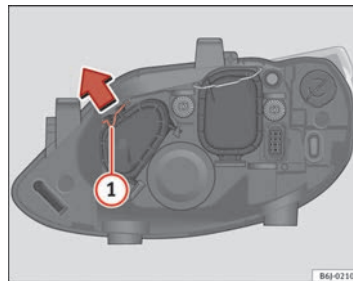

Fig. 149 Feux de route
- Déplacez le tirant **1** dans le sens de la flèche puis retirez le cache ⇒ fig. 149.